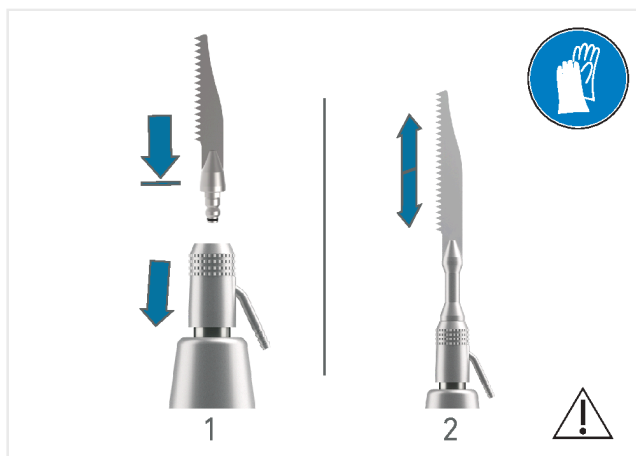

FIG. 2
1. Puxe o anel de fixação para trás e introduza cuidadosamente o acessório de corte na peça de mão da microsserra até ao batente de encosto. De seguida, liberte o anel de fixação, que deverá regressar automaticamente à sua posição inicial (FIG. 2 passo 1).
2. Empurre e puxe cuidadosamente a ferramenta de corte para verificar que está fixada de forma adequada (FIG. 2, passo 2).